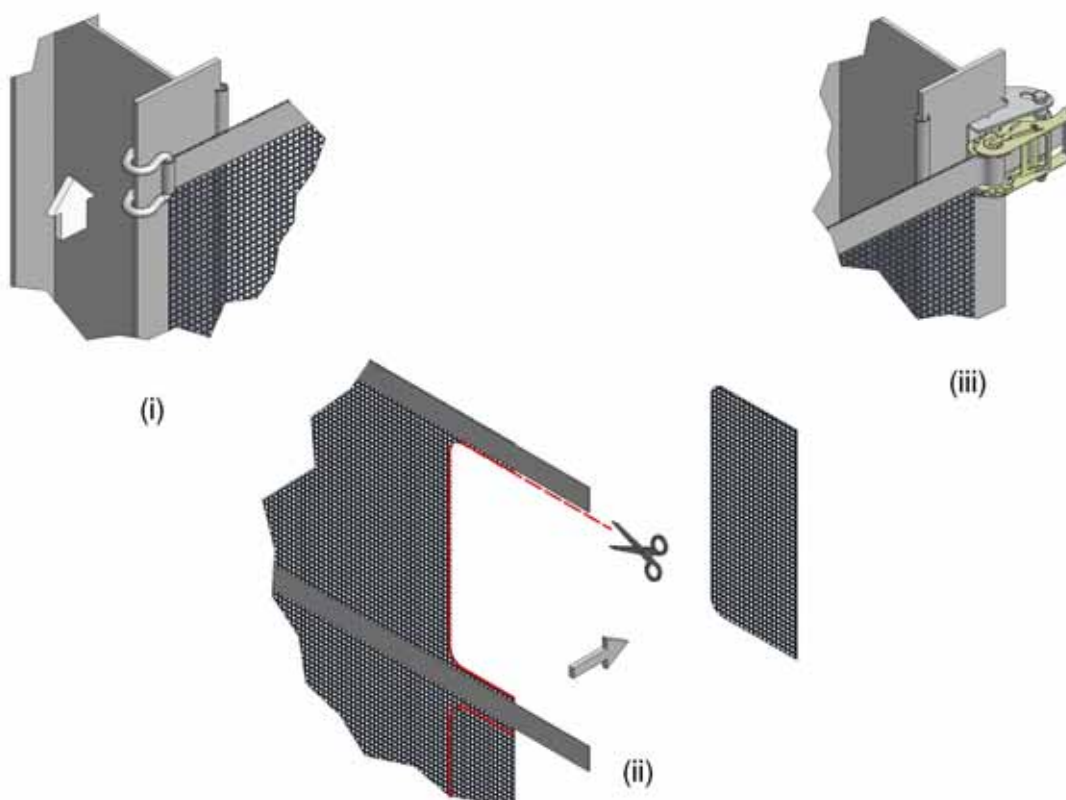
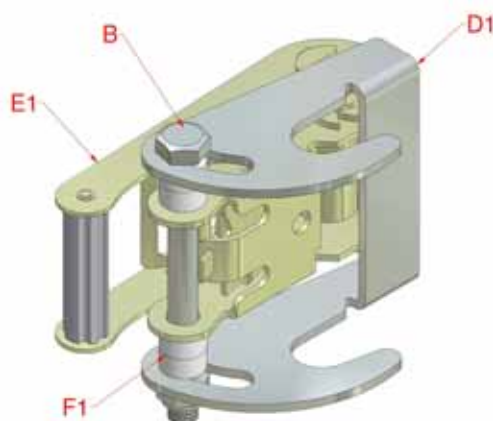

Figure 5, Adaptation de la bâche
Figure 6, Montage du cliquet et du crochet
3. Fixez les crochets simples (C1 ou C2) dans les boucles de l'écran (A1) et attachez à la poutrelle H de gauche, Figure 5(i).
5. Au besoin, coupez l'écran à la longueur requise. Pour un meilleur résultat, utilisez un couteau ou des ciseaux aiguisés avec un bord tranchant pour enlever le tissu de part et d'autre de la courroie en s'assurant que tous les coins sont arrondis. Enlevez toujours le tissu superflu ; ne coupez pas simplement de part et d'autre de la courroie, ce qui produit un rabat lâche, Figure 5(ii).
- Montez les crochets à cliquet (D1) sur les cliquets (E1) à l'aide des boulons et écrous M12x130 (B) avec deux rondelles d'espacement de cliquet (F2), comme illustré à la Figure 6 ; en partant du haut, maintenez le cliquet en place sur la poutrelle H opposée. Enfilez la sangle supérieure à travers le cliquet, sans tendre l'écran à fond pour le moment, Figure 5(iii).